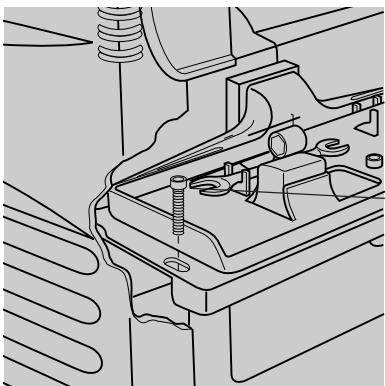

FIG. 15
3) Retirer les deux vis creuses près du plateau d'accessoires (fig. 15). Soulever et retirer soigneusement la chute d'évacuation des poussières.